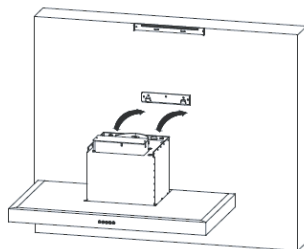

Рис. 5
3. Закрепите корпус вытяжки на держателе воздуховода. (Рис. 5)